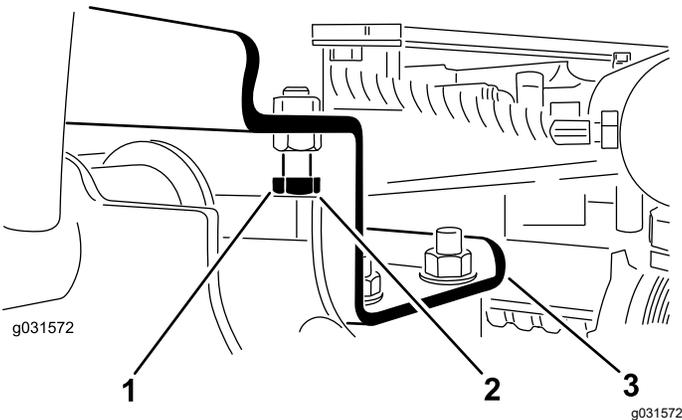

图 12
- A. 拧松止动螺栓 图 12。
2. 确保各个提升臂与止动螺栓之间的间隙介于 0.131.02mm 之间如 图 12 所示。